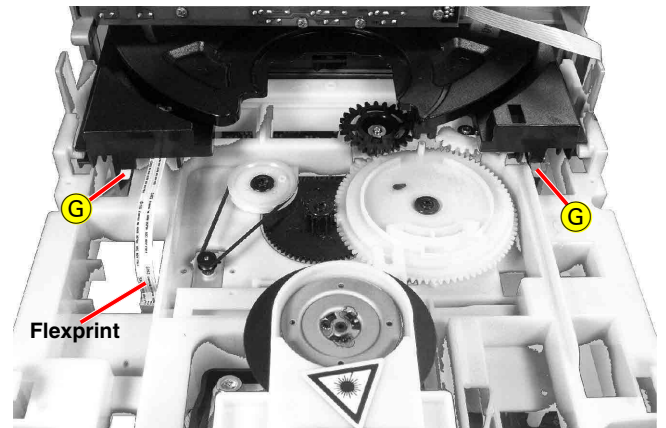

Fig. 6
- 5-pol.-Flexprint (Fig. 6) abziehen.
- 2 Raster ⑥ (Fig. 6) austrasten.
- Unplug the 5 pin flexprint (Fig. 6).
- Disengage 2 hooks ⑥ (Fig. 6).